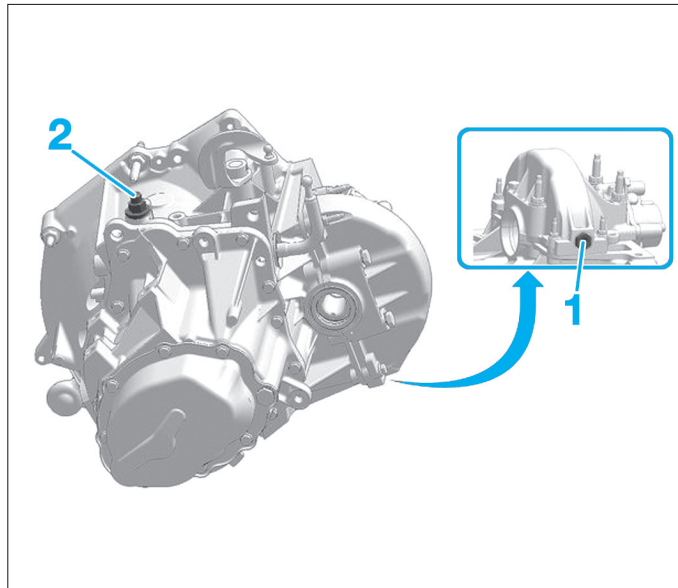

Fig. 1
- Déposer le bouchon (1) pour effectuer la vidange (Fig.1).
- Reposer le bouchon de vidange (1).